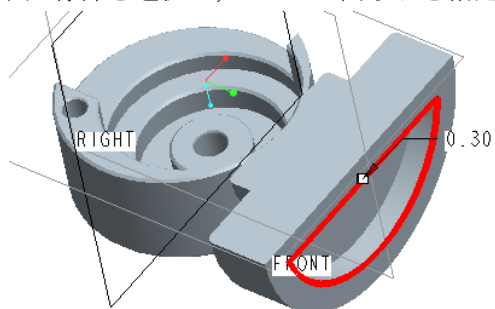

図 6-93 面取り部の指定（太線部）
- 「面取りツール」を用いて以下の図 6-93 に示す太線部を選択し、1mm の面取りを指定する。